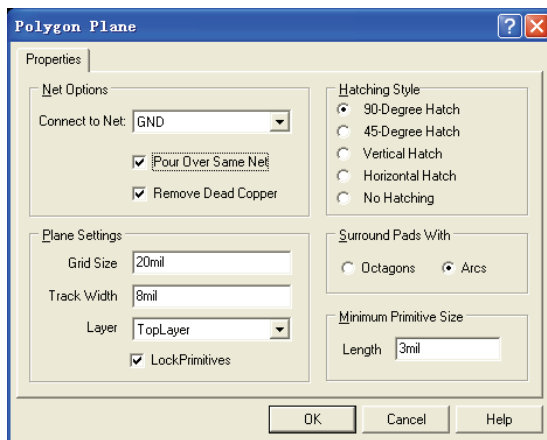

图 6-87 “Polygon Plane”对话框
1) 选择“Place”→“Polygon Plane”命令，或单击绘图工具栏中的按钮，系统弹出如图 6-87 所示的“Polygon Plane”对话框。在该对话框中，可以设置放置的敷铜与哪个网络相连。通常敷铜时，顶层和底层的敷铜均与 GND 相连，这样可以提高 PCB 的抗干扰能力。